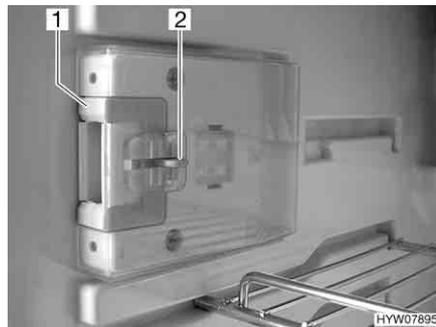
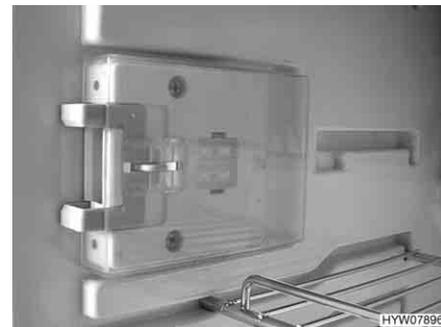

Fig. 176 Dispositivo di chiusura (posizione normale)
Fig. 177 Dispositivo di chiusura (posizione di ricircolo d'aria)
■ Premere il dispositivo di sblocco (Fig. 176,2).
■ Spingere il dispositivo di chiusura (Fig. 176,1) in avanti (Fig. 177).